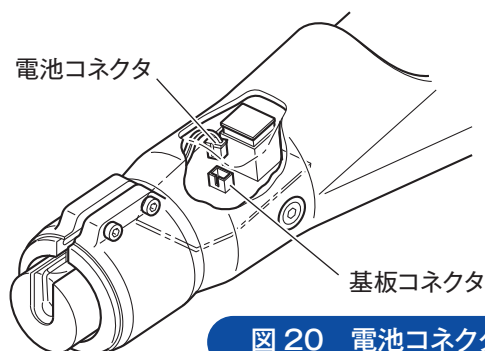

図 20 電池コネクタ取外し
- 1 電池コネクタを基板から外します。(図 20)
- 9 電池コネクタを基板側のコネクタに差し込みます。(図 20)